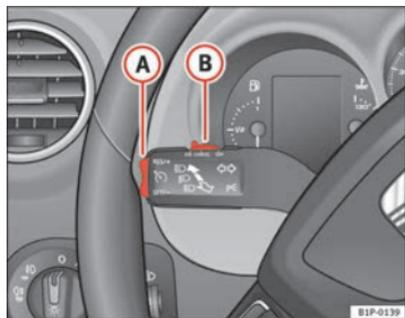

Fig. 134 Leva degli indicatori di direzione e degli abbaglianti: interruttore e tasto di comando del regolatore di velocità
- Premere la parte superiore del tasto **RES/+** ⇒ fig. 134 **A** per aumentare la velocità. La velocità sale finché si tiene premuto il tasto. Il sistema memorizza come parametro di riferimento la velocità raggiunta nel momento in cui si lascia andare il tasto.
Se si riduce la velocità schiacciando il pedale del freno, il regolatore si disattiva. Per riattivare il regolatore di velocità si deve premere una volta sulla parte superiore del tasto **RES/+** ⇒ pag. 189, fig. 134 **A**.